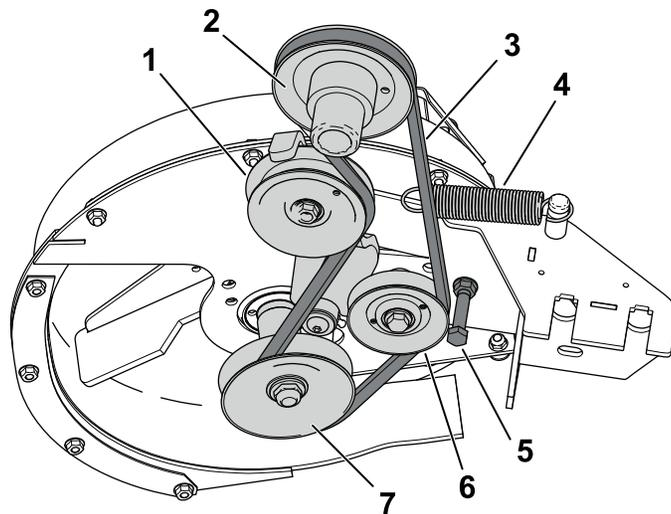

Figura 56
3. Allentate o rimuovete il guidacinghia (Figura 56).
4. Tirate indietro la puleggia tendicinghia a molla, per allentare la tensione della cinghia (Figura 56).
6. Montate la nuova cinghia sulla puleggia del soffiatore (Figura 56).
7. Serrate o montate il guidacinghia (Figura 56).